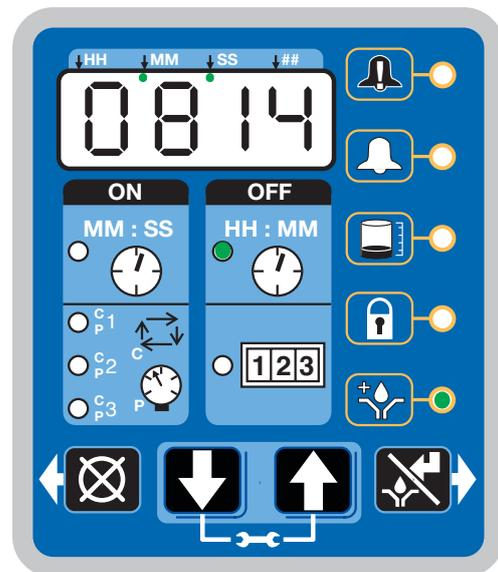

図 56
- オフ欄内のクロックの隣にあるLEDが点灯します(図 56)。
- 予備潤滑LEDが点灯します (図 56)。
- ディスプレイには潤滑サイクルが開始するまでの残りの時間が表示されます。図 56 に示された例は、潤滑サイクルが開始するまでに残された時間が8分14秒であることを示しています。